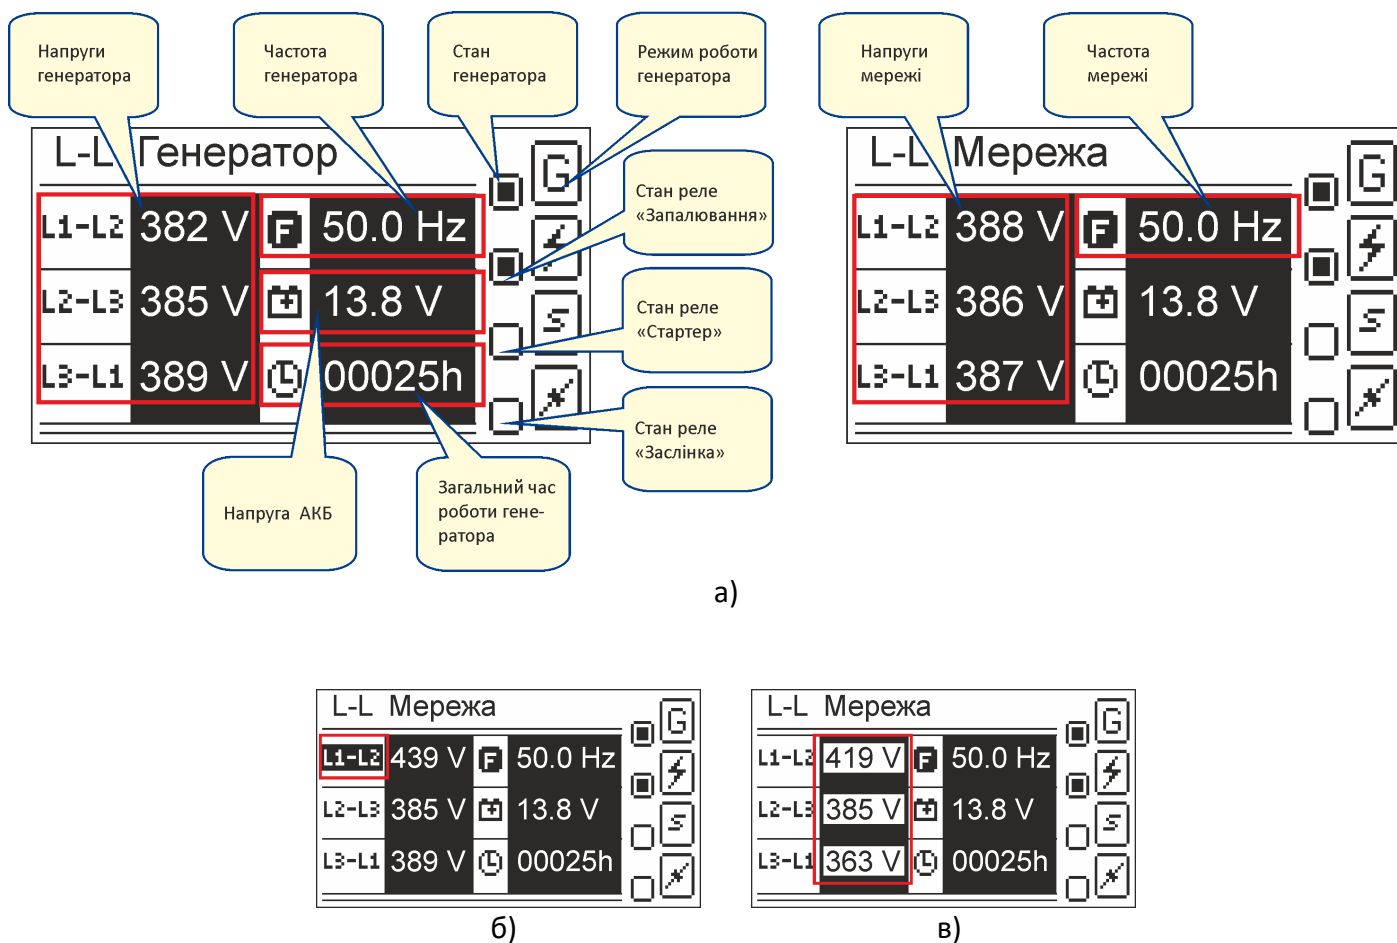

Рис. 5.7 – Індикація вимірювань і стану контролера:
5.6.4 На екранах головної сторінки індикації відображаються значення вимірних лінійних або фазних напруг, частоти, напруги АКБ генератора, загальний час роботи генератора, а також стани та режим роботи генератора, стани реле запуску генератора (рис. 5.7, а). Індикація стану генератора представлена в табл. 5.2, а індикація станів реле в табл. 5.3. Індикація режиму роботи генератора залежить від обраного додаткового режиму (п. 5.7.3), а також від функцій тестового запуску генератора (п. 5.7.4).
5.6.4.1 Перевищення будь-якої контрольованої напруги змінного струму або вихід за допустимі межі інших контрольованих параметрів (частота, напруга АКБ) відображається миготінням відповідної назви вимірюваного параметра. Приклад перевищення лінійної напруги мережі L1-L2 показано на рис. 5.7, б).
5.6.4.2 Асиметрія контрольованих напруг змінного струму при трифазному підключенні відображається миготінням усіх трьох вимірюваних значень. Приклад індикації асиметрії лінійних напруг мережі показано на рис. 5.7, в).